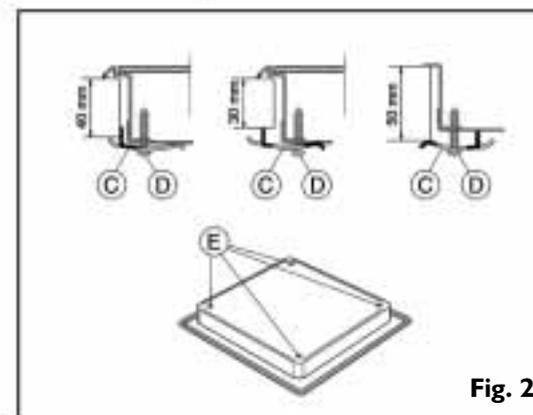

Fig. 2
**Veillez faire attention :** si la table de cuisson doit être installée sur une surface autre qu'une surface en bois (marbre, plastique, céramique, pierre, etc.), rappelez-vous de demander les plaques de fixation auprès de votre Service Après-vente (fig. 2) Code 4819 404 78697.
- Si le plan de travail est en marbre, en plastique, en céramique, en pierre naturelle, etc., fixez la table de cuisson au moyen des étriers (C)** (fig. 2).
- Positionnez les 4 étriers **(C)** en tenant compte de l'épaisseur du plan de travail, comme indiqué dans la fig. 2.
- Serrez les 4 vis **(D)** aux **(E)** (fig. 2).